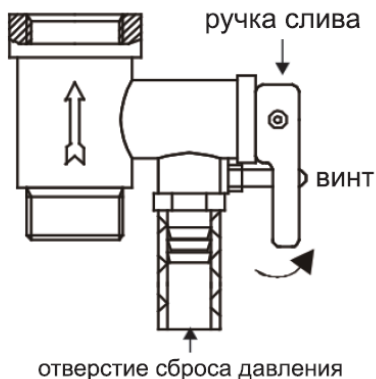

Рисунок 6
4. На входной патрубок, обозначенный голубым цветом и стрелкой направления течения воды, накрутите предохранительный клапан так, чтобы течение воды совпадало с направлением стрелки на корпусе клапана. На отверстие сброса давления предохранительного клапана (см. рисунок 6) оденьте дренажную трубку* для отвода воды (возможно появление при нагревании) в канализацию (трубку необходимо направить строго вниз и запрещено перегибать её).
6. Чтобы слить воду из внутреннего резервуара необходимо, воспользоваться предохранительным клапаном: открутить винт ручки слива предохранительного клапана и перевести ручку слива в верхнее положение, при этом кран выхода горячей воды должен быть открыт, а кран подачи холодной воды в водонагреватель должен быть перекрыт (см. рисунок 6). Из отверстия сброса давления предохранительного клапана потечет вода. Никогда не сливайте воду, если ее температура выше 50°C, т. к. это может привести к ожогам.